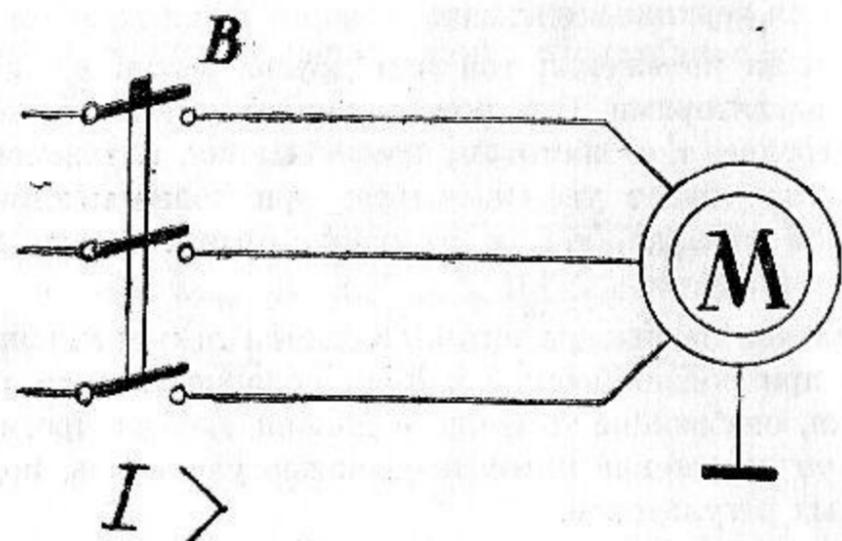

Рис. 7.
9. УКАЗАНИЕ МЕР БЕЗОПАСНОСТИ (рис. 7)